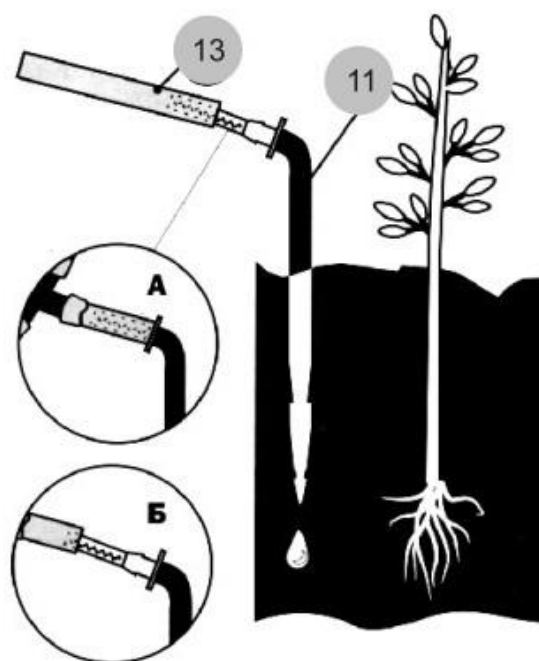

Рис. 6
На концы Трубки {13} насадите*** Капельницы {11} (см. рис. 6). Капельницу воткните в землю, как можно ближе к растению, но не повредив его корневую систему. Конструкция капельницы предусматривает, что поступающая к растению вода будет уходить прямо к корням растений, а не к сорнякам.
*** - конструкция гребенки капельницы позволяет дозировать (в небольших пределах) количество воды, подаваемое на конкретное растение. Натянув шланг до конца гребенки капельницы (см.рис.6, поз. А), вы уменьшаете подачу воды. Надев шланг только на начало гребенки (рис.6, поз. Б) вы увеличиваете подачу. Монтируя систему, рекомендуем натягивать шланг на гребенку капельницы полностью (как на рис.6, поз.А).
Капельница льет много / льет недостаточно под конкретное растение	Дозируйте полив, натягивая шланг на гребенку капельницы (стр.5, рис.6)